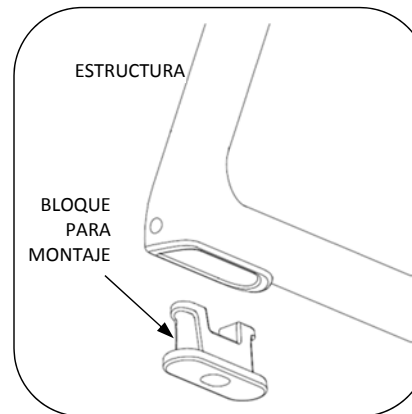

Fig. 2
1. Coloque la unidad en posición. Levante de a una esquina por vez y coloque los bloques para montaje en la estructura. Véase Fig.2. No coloque los tornillos de sujeción.